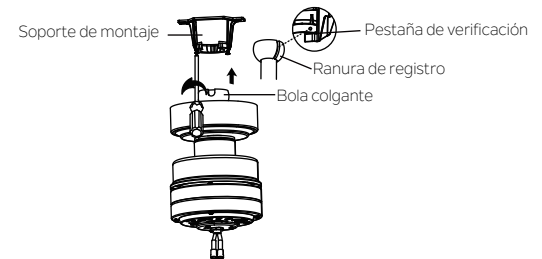

Fig. 9
**Paso 5.** Ahora, levante el cuerpo del motor hasta ubicarlo en posición y coloque la bola colgante dentro del soporte colgante. Gire hasta que la "pestaña de verificación" haya caído en la "ranura de registro" y se haya asentado con firmeza. (Fig. 9). El cuerpo del motor no girará si esto no se hace correctamente.